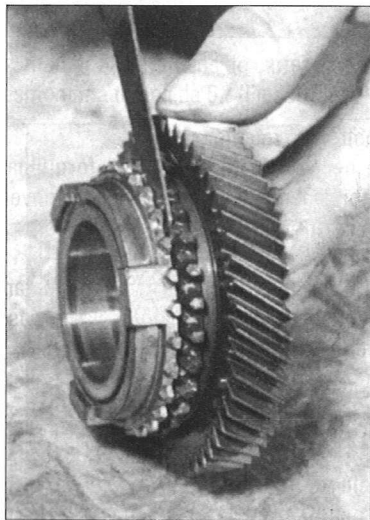

Fig. 49
- Controlar os carretos e a folga dos casquilhos de sincronização (Fig. 49).